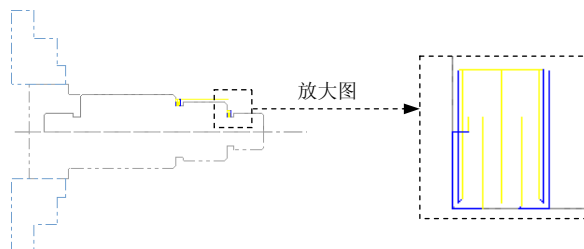

图 18.9 刀具路径
(1) 在“车床-径向粗车 属性”对话框中选择 T4747 R0.1 W1.85 OD GROOVE RIGHT - NARROW 刀具。
(2) 在 **主轴转速:** 后的文本框中输入值 700.0；单击 **Coolant...** 按钮，系统弹出“Coolant...”对话框，在 **Flood** 下拉列表中选择 **On** 选项。单击该对话框中的 **✓** 按钮。
(3) 在 **机床原点** 下拉列表中选择 **自定义视角** 选项，单击 **I 定义** 按钮，在系统弹出的“换刀点—使用者定义”对话框中的 **X:** 文本框中输入值 15 0.0，在 **Z:** 文本框中输入值 300.0，单击 **✓** 按钮。
(4) 在“车床-径向粗车 属性”对话框单击 **径向粗车参数** 选项卡，切换到“径向粗车参数”界面，在 **暂停时间** 区域选中 **秒数** 单选项，然后在 **暂停时间** 文本框中输入 2.0；在 **槽壁** 区域选中 **平滑** 单选项。
(5) 在“车床-径向粗车 属性”对话框中单击 **径向精车参数** 选项卡，切换到“径向精车参数”界面，在 **重叠量** 区域的 **两切削间的重叠量:** 文本框中输入 0.5；单击 **I 进刀向量** 按钮，系统弹出“Lead In”对话框，在 **第一个路径引入** 选项卡的 **角度:** 文本框中输入 -90；单击 **第二个路径引入** 选项卡，在 **自动计算向量** 区域选中 **✓ 自动计算进刀向量** 复选框；单击“Lead In”对话框中的 **✓** 按钮，关闭“Lead In”对话框。
Step4. 在“车床-径向粗车 属性”对话框中单击 **✓** 按钮，完成加工参数的设置，此时系统将自动生成图 18.9 所示的刀具路径。